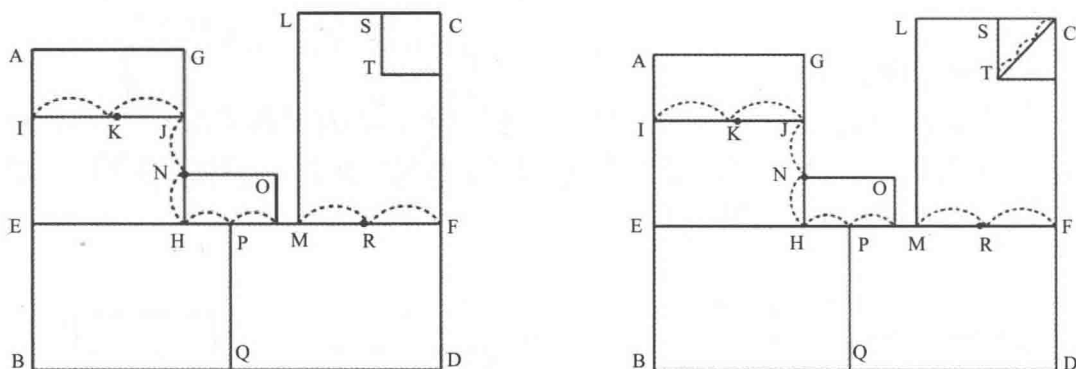

图4-14 画TC对角线
(2) 选择  【智能笔】工具从 T 点画对角线至 C 点。将线型改变为虚线 , 选择  【等份规】工具, 将 TC 线段平分三个等份 (图 4-14)。